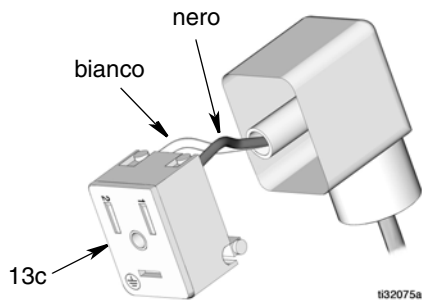

FIG. 7
9. Rimuovere la piastra di ritengo (13c) dal connettore DIN (FIG. 7).
All'interno del connettore DIN, scollegare il cavo nero dal terminale contrassegnato con 1 e il filo bianco dal terminale contrassegnato con 2 (FIG. 7). Se il connettore non è danneggiato, può essere riutilizzato per il gruppo con cavo più lungo al punto 12, pagina 8.